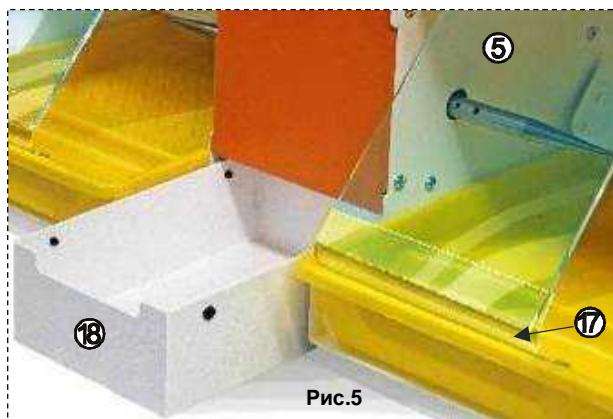

Рис.5
дополнительный защитный экран (17) на экран (5), см. рис.5:
- обезжирить не защищенную пленкой нижнюю часть экрана (5);
- удалить защитную пленку со скотча на гибком экране (17);
- приклеить экран (17) на обезжиренную область экрана (5) с внешней стороны, располагая скотч по краю;
- снять защитную пленку с экрана (5);
- планку гибкого экрана (17) разместить в лотке (4).